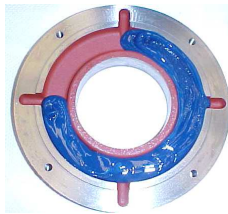

Figura 7.7: Anillo de fijación externo del cojinete
- Figura 7.7) y lubricar el rodamiento con cantidad suficiente de grasa antes de montarlo;